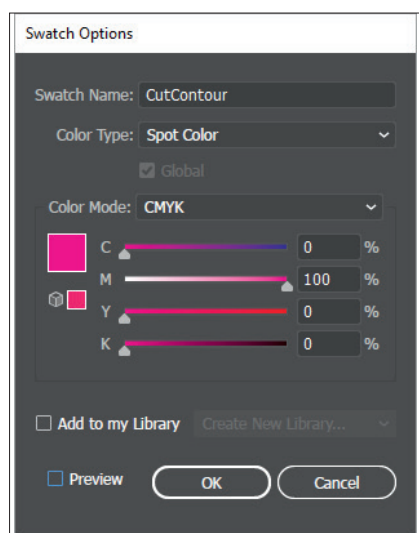

Fig. 1
3. Crea un colore speciale in magenta al 100% e chiamalo „CutContour“ (vedi Fig. 1).